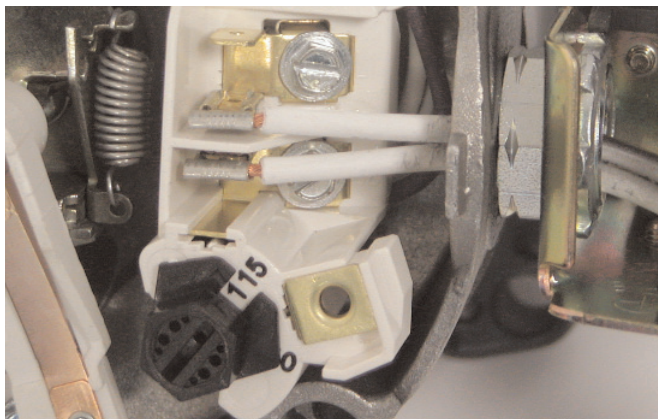

Figure 12 : Tension réglée à 115 volts sur sélecteur à cadran
2. Tourner le cadran dans le sens des aiguilles d'une montre jusqu'à ce que le nombre 115 soit visible dans la fente du cadran (figure 12).